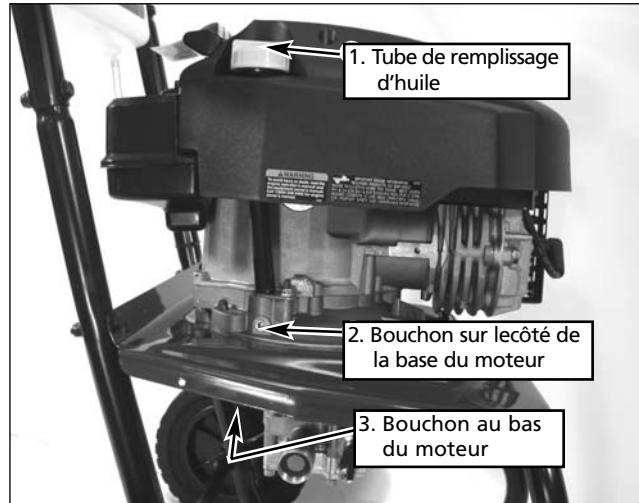

Figure 18 - sites de drainage d'huile
2. Trouvez et si possible retirez le bouchon de drainage d'huile à moteur (si le moteur en a un, il se trouve à l'un des endroits indiqués sur la figure 18). Si le bouchon n'est pas accessible ou si le moteur n'en n'a pas, penchez l'appareil sur le côté pour drainer l'huile du tube de remplissage d'huile (voir la figure 18).